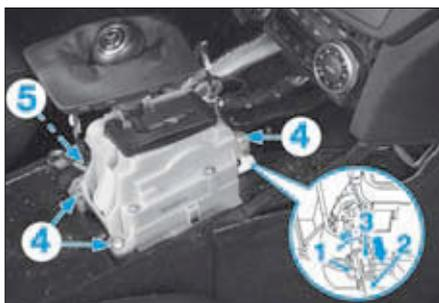

FIG. 12
- Comprimer le bec de retenu (1) du câble de contacteur antivol (2) (Fig.12), pousser et pivoter de 90° le coupleur (3) pour le désaccoupler.
- Déposer les vis de fixation (4).
- Débrancher le connecteur (5).